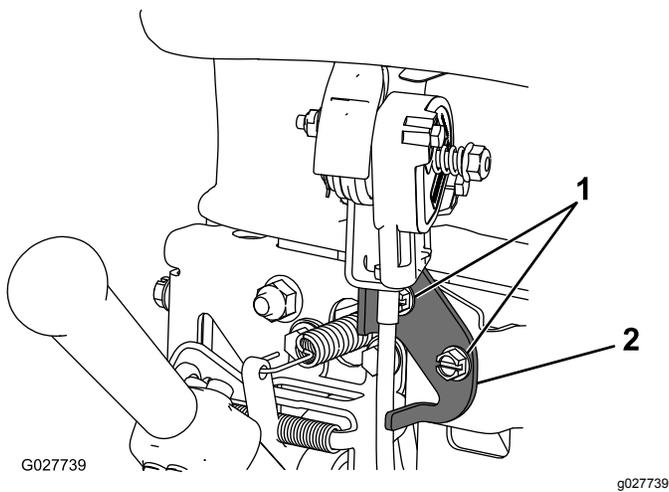

Рисунок 28
2. Ослабьте два крепежных элемента рычага дроссельной заслонки (**Рисунок 28**).